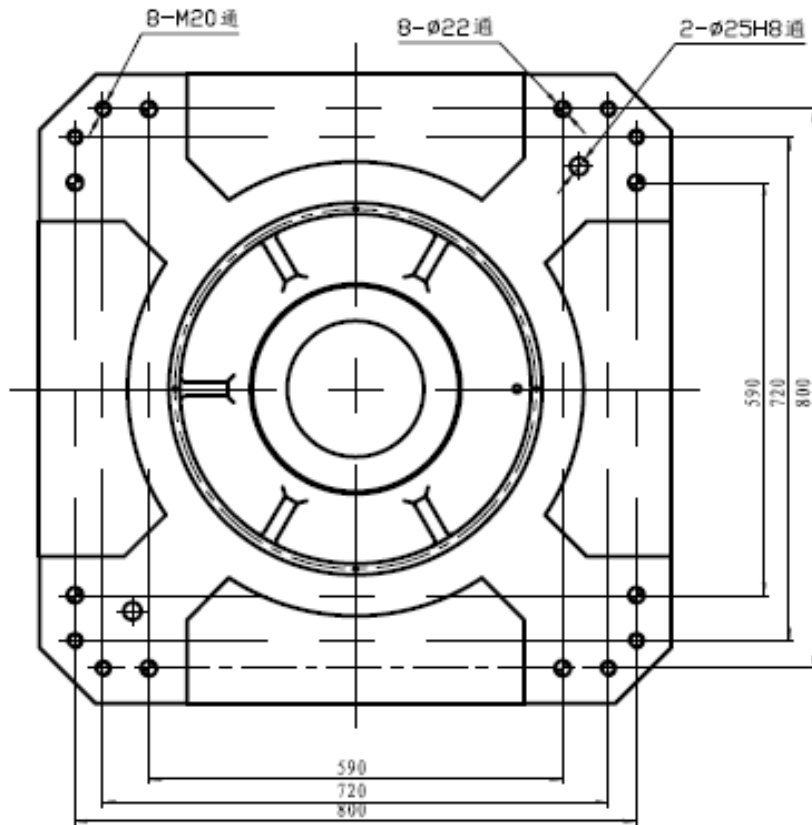

图 3-2 SP200/SP275 机器人底座安装孔尺寸
1、SP200/SP275 机器人底座安装孔尺寸如图 3-2 所示。